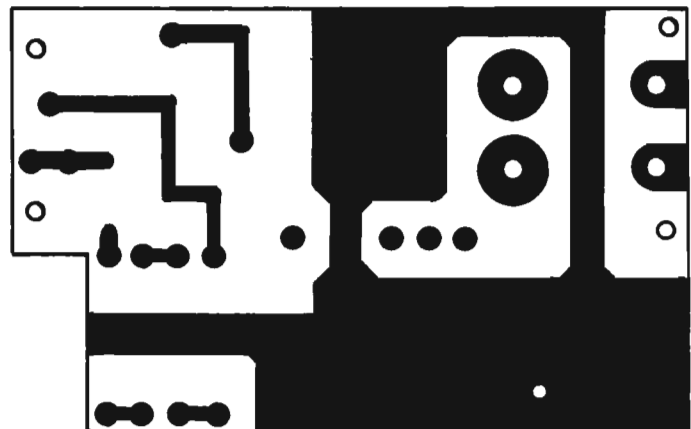

Fig. 37. - Plaquette D.
- Circuit D en simple face. (Entrée et fusibles) figure 37.